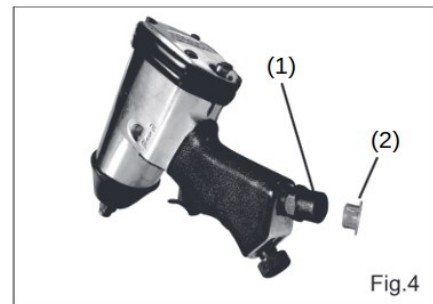

Fig.4
- Rimuovere il tappo di protezione in plastica (**Fig. 4, 2**) per l'ingresso dell'aria (**Fig. 4, 1**) come mostrato.